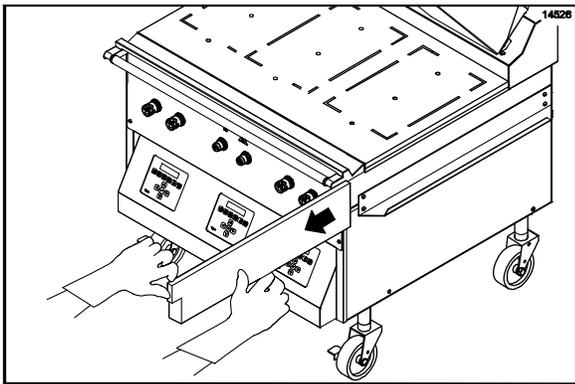

Figura 113
45. Quite y vacíe las bandejas para grasa. (Vea la figura 113.)